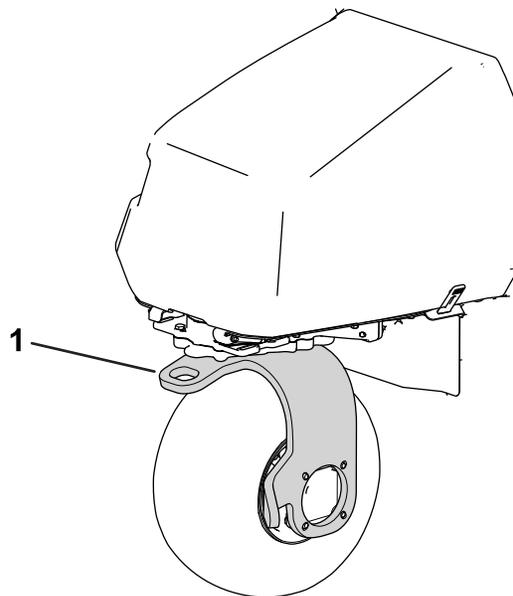

図 31
11. マシンの後キャストフォークに牽引ロープを取り付けて牽引する 図 31。